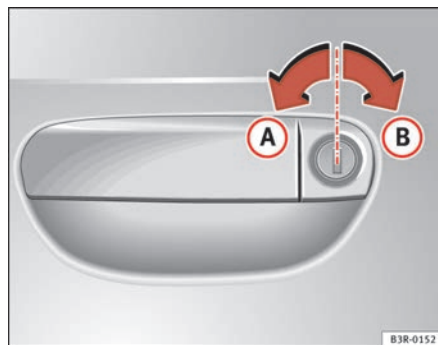

Fig. 69 Movimenti della chiave per aprire e chiudere
- Portare la chiave, nella serratura della porta del conducente, in posizione di apertura **A** ⇒ fig. 69, girandola verso sinistra.
- Girare verso destra la chiave nella serratura della porta del conducente in posizione di chiusura **B** ⇒ fig. 69 ⇒ ⚠.
Per fare ciò, portare la chiave, nella serratura della porta del conducente, **due volte** in rapida sequenza nella posizione di chiusura **B** ⇒ fig. 69.